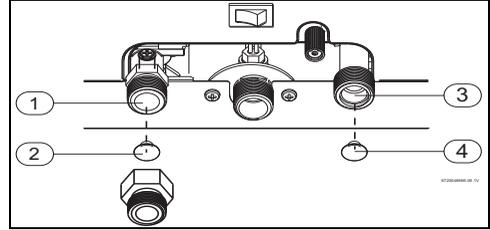

Fig. 13 Sustituir los filtros
- ▶ Retirar el filtro de gas (Fig. 13, [2]);
- ▶ Retirar el filtro de agua (Fig. 13, [4]);